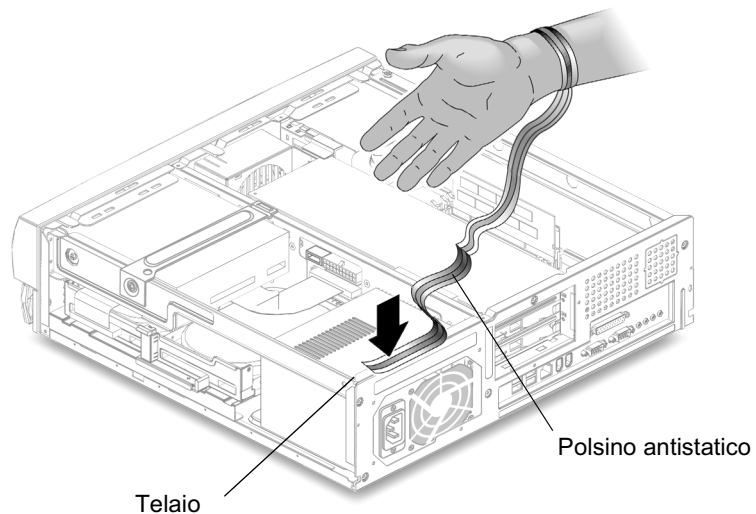

FIGURA 4-4 Utilizzo del polsino antistatico
3. Collegare l'estremità in lamina di rame del polsino antistatico al telaio della workstation per scaricare l'energia elettrostatica (FIGURA 4-4).